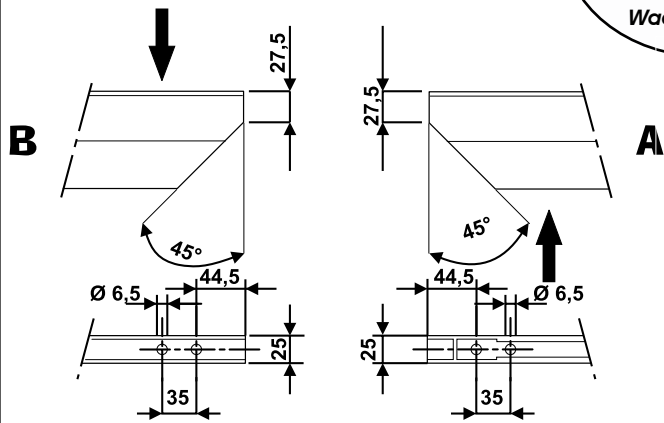

Fig. 3
- 2) Die beiden Balkenabschnitte schneiden und die Bohrungen für die Befestigung der Gelenkstücke, wie in Abb. 3 gezeigt, ausführen.
- 2) Zaag de twee stukken van de slagboom af, en maak de gaten voor de bevestiging van de scharnieren zoals in fig. 3.